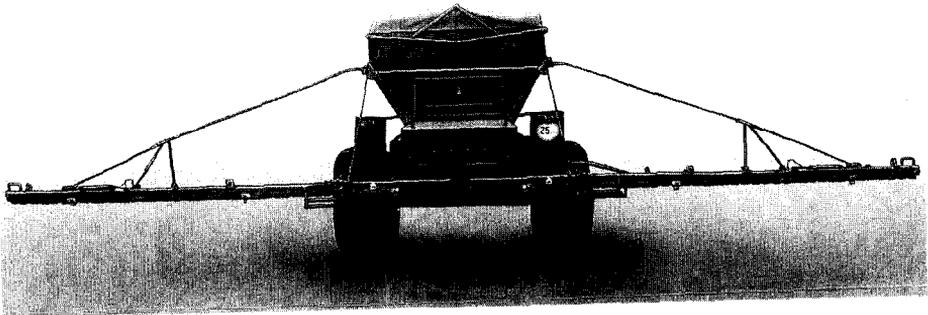

Fig. 57
- Streuschnecke in Arbeitsstellung bringen (Fig. 57). (s. auch Pkt. 14.2 und Pkt. 15.2)